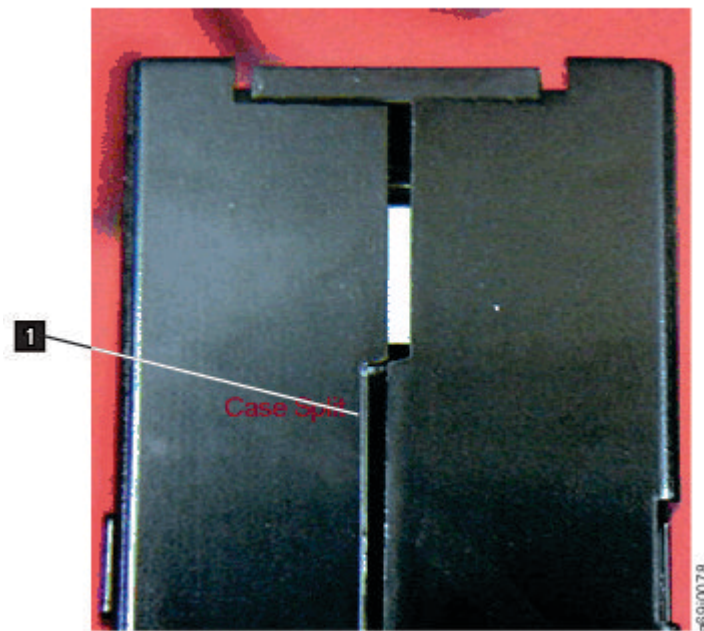

Abbildung 90. Naht der Kassette auf Lücken überprüfen
- Überprüfen Sie die Rückseite der Kassette (den Teil, der zuerst in den Kassettenladeschacht eingelegt wird). Die Naht des Kassettengehäuses darf keine Lücken aufweisen. . Weist die Naht Lücken auf (siehe Abbildung 90 auf Seite 201), hat sich der Bandmitnehmerstift möglicherweise verschoben.